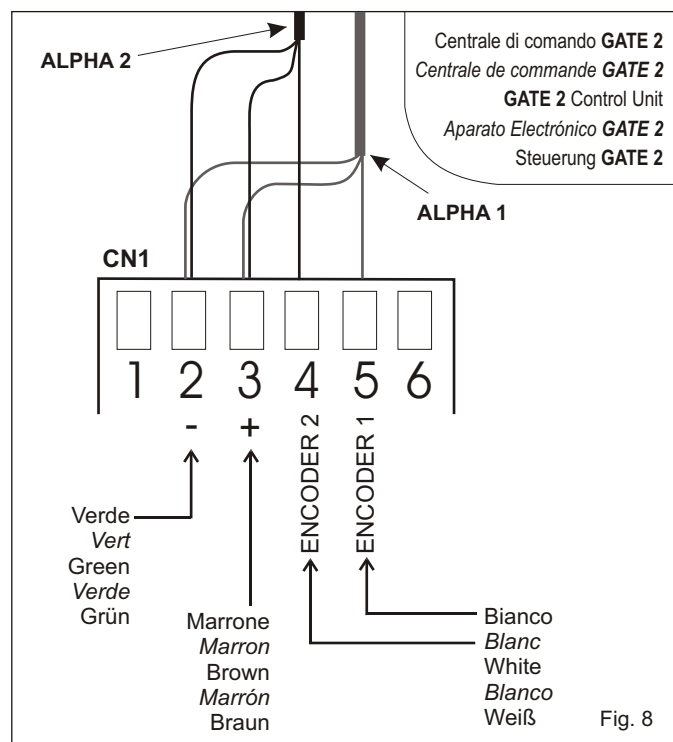

Fig. 8
- I** 8) Rispettare tutti i collegamenti come previsti nella Fig. 8 nella morsettiere dell'apparecchiatura elettronica cod. 23001125 - 23001126 (GATE 2) per la gestione dell'encoder.
- F** 8) Respecter toutes les connexions comme prévu dans Fig. 8 sur la plaque à bornes de l'armoire électronique cod. 23001125 - 23001126 (GATE 2) pour la gestion du encoder.
- D** 8) Für die Encoderverwaltung alle Verbindungen, wie in Abb. 8 der Kabelklemme der elektronischen Steuerung cod. 23001125 - 23001126 (GATE 2), durchführen.